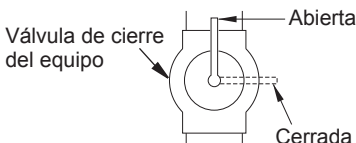

Figura 15 - Válvula de cierre del equipo
1. Cierre la válvula de cierre del equipo (consulte la figura 15).
1. Abra la válvula de cierre del equipo (consulte la figura 15, página 51).